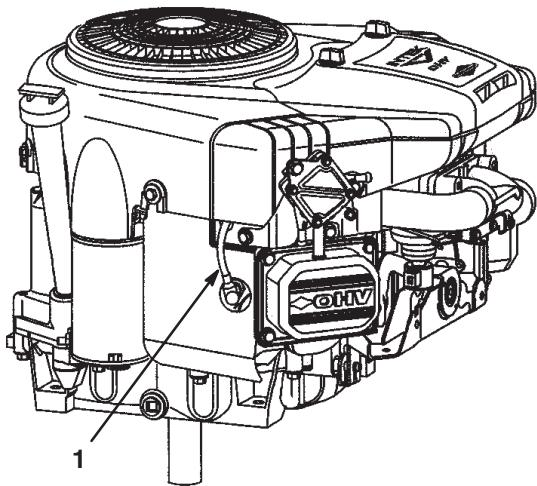

Figure 29
6. Débranchez la bougie (Fig. 29).
3. Branchez la bougie (Fig. 29).